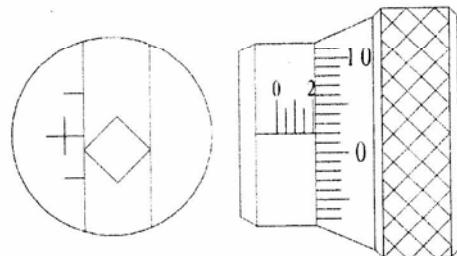

图 6
- 4.11 转动左毂轮（17），使左刻线内侧与压痕对角线的左尖端相切。转动右毂轮（15），刻线与压痕对角线的右尖端相切（图 6）。